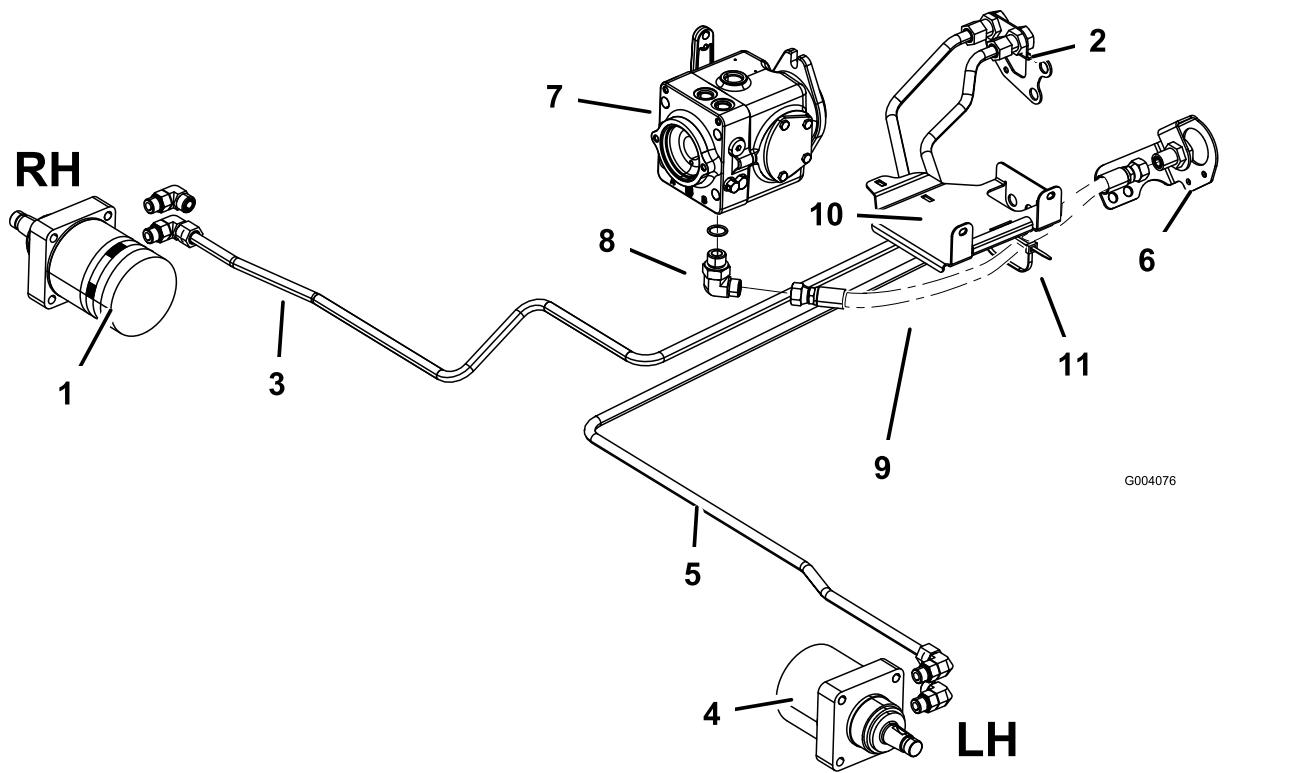

Bild 11
Radmotors und das rechte Hydraulikrohr am rechten Rahmenschott an (Bild 11).
2. Schließen Sie das Hydraulikrohr, Bestellnummer 108-7623, am Anschlussstück des rechten Radmotors und das rechte Hydraulikrohr am rechten Rahmenschott an (Bild 11).
3. Befestigen Sie das 90°-Hydraulikanschlussstück in der Unterseite der variablen Pumpe (Bild 11).
5. Befestigen Sie den Hydraulikschlauch mit einer Kabelbinde unten am Batteriefach (Bild 11).